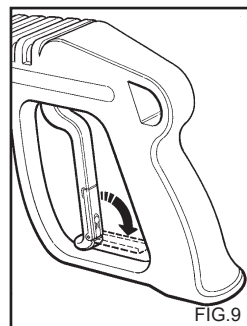

FIG.9
- Stäng fästets skyddskåpa när rengöringsmaskinen inte används (fig. 9).